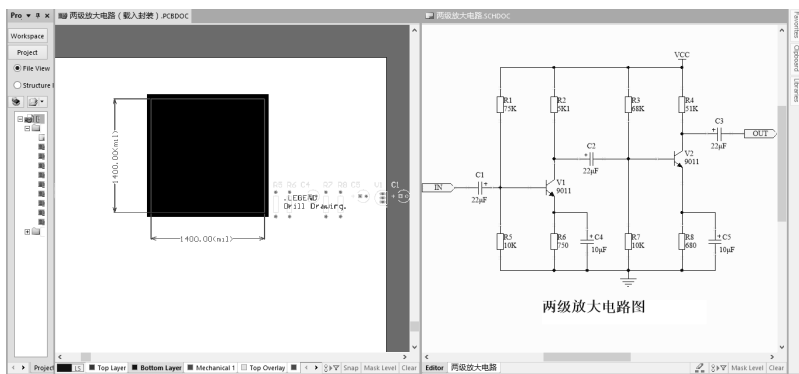

图 3.2.24 两张图并排显示
(1) 鼠标单击将每个元器件拖动放置于禁止布线框内。元件数量比较多时, 需要进行合理手工布局, 将元件一个个分开来摆放。
(2) 元器件布局的相关原则可参见 3.2.2 节的第 3 项。
(3) 在没有掌握元器件布局的方法时, 可参考原理图中元器件的位置进行布局。方法是: 使原理图和 PCB 图均处于打开状态, 在图纸名称栏单击鼠标右键, 在弹出的快捷菜单中选择“Split Vertical (垂直分割)”命令, 则两张图并排显示, 如图 3.2.24 所示。